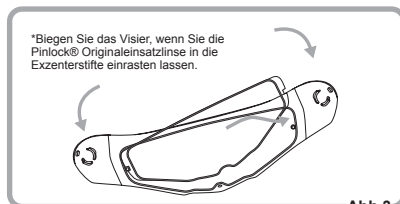

Abb.3
2. Biegen Sie das Visier vorsichtig, bis es eben ist. Lassen Sie anschließend die andere Seite der Pinlock® Originaleinsatzlinse in die Exzenterstifte einrasten. Lassen Sie danach das Visier vorsichtig in seine ursprünglich gebogene Form zurückkehren. Achten Sie darauf, dass die Pinlock® Originaleinsatzlinse in der Halterung eingerastet ist (Abb. 3, 4 und 5). (Siehe Punkt 3 auf der folgenden Seite)